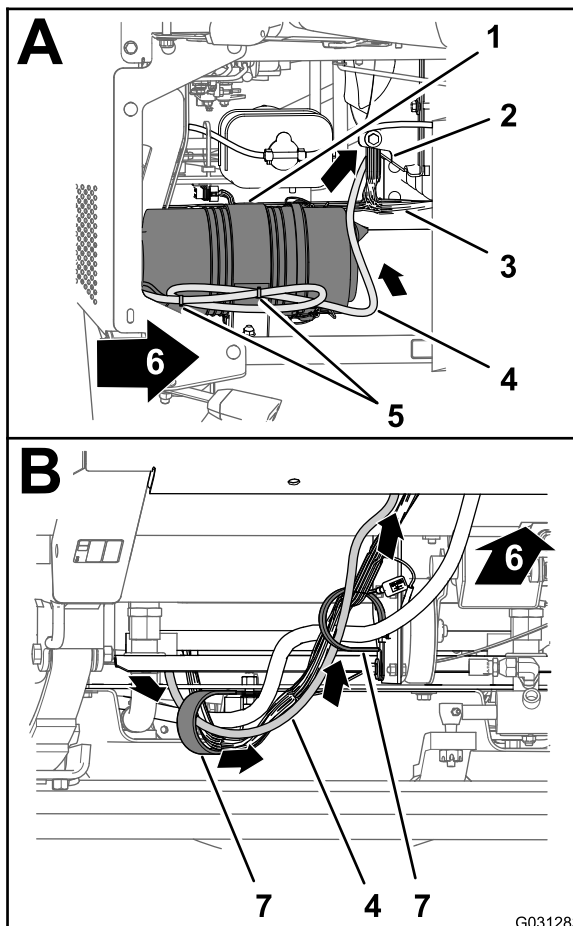

Figura 141
1. No lado direito do compartimento do motor, passe a secção de 220 cm da cablagem dos dados para a frente do filtro de ar para o motor e para baixo na direção do canto inferior direito do radiador (Figura 141).
2. Passe a secção com 220 cm da cablagem dos dados para a frente e através dos 2 grampos em R na parte inferior da máquina (Figura 141).